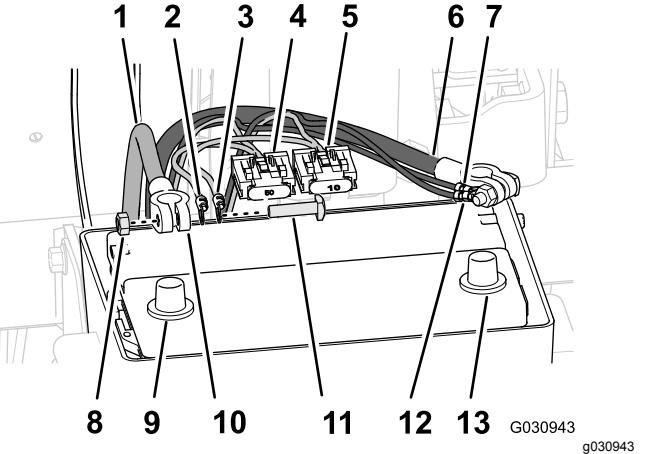

図 144
1. 後方ハーネスのプラス端子赤ワイヤ、マイナス端子黒ワイヤ、ヒューズブロック50A を、バッテリーボックスと車両のシャーシとの間から上へ出す図 144。
3. バッテリーの両端子に固定されているTボルトと六角ナットを外す図 144。
4. Tボルトを、後方ワイヤハーネスのプラス端子赤ワイヤ、ナビゲーション用電装ハーネスのプラス端子、バッテリーのプラスケーブルの端子に通す図 144。
5. 端子とTボルトを、六角ナットで仮止めする図 144。
6. Tボルトを、後方ワイヤハーネスのマイナス端子黒ワイヤ、ナビゲーション用電装ハーネスのマイナス端子、バッテリーのマイナスケーブルの端子に通す図 144。
7. 端子とTボルトを、六角ナットで仮止めする図 144。